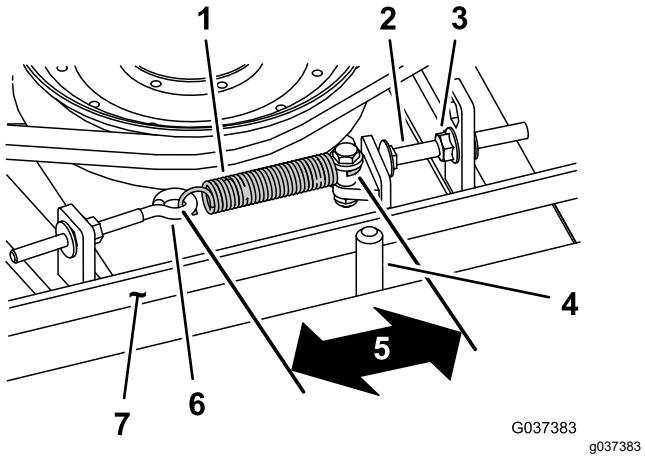

Bild 76
Bei richtiger Spannung sollte die Messung innen an der Verlängerungsfeder (Haken zu Haken) ungefähr $8,3 \text{ cm} \pm 9,5 \text{ cm}$ betragen. Wenn die Federspannung richtig ist, stellen Sie die Anschlagschraube (Schlossschraube) ein, bis der Abstand zwischen dem Schraubenkopf und dem Spannarm ungefähr 2-5 mm beträgt (Bild 76).
Hinweis: Achten Sie darauf, dass der Riemen auf der Federseite der Riemenführung positioniert ist (Bild 76).
2. Lösen Sie den Augenbolzen, um die Verlängerungsfeder abzunehmen (Bild 76).
3. Lösen Sie die Bundmutter, mit der die Anschlagschraube an der Befestigungsnase befestigt ist, und schieben Sie die Spannscheibe vom Riemen weg, um die Riemenspannung zu lösen (Bild 76).
9. Setzen Sie die Verlängerungsfeder (Bild 76) wieder in den Augenbolzen ein und spannen Sie den Riemen wie folgt: